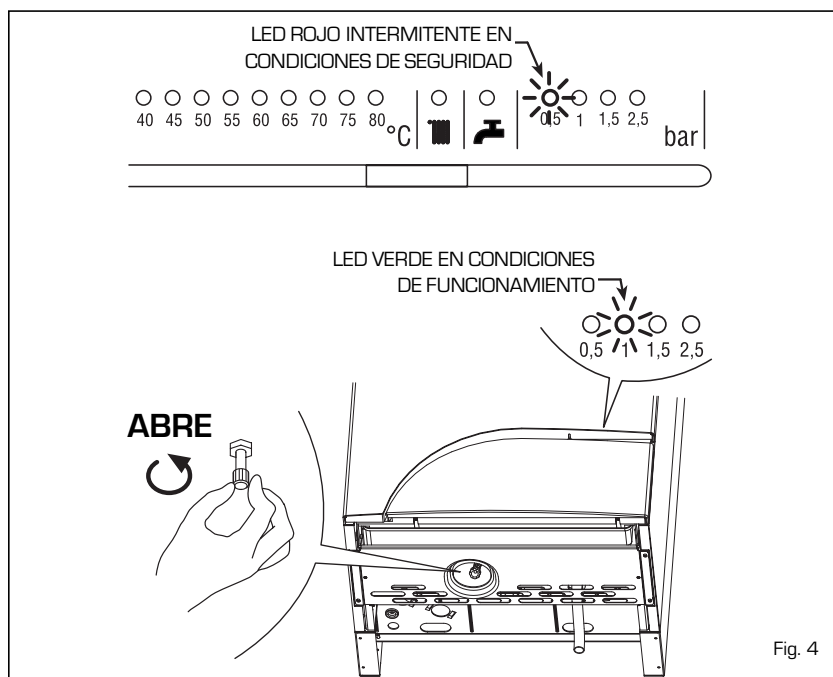

Fig. 4
- Insuficiencia de la presión agua (fig. 4)